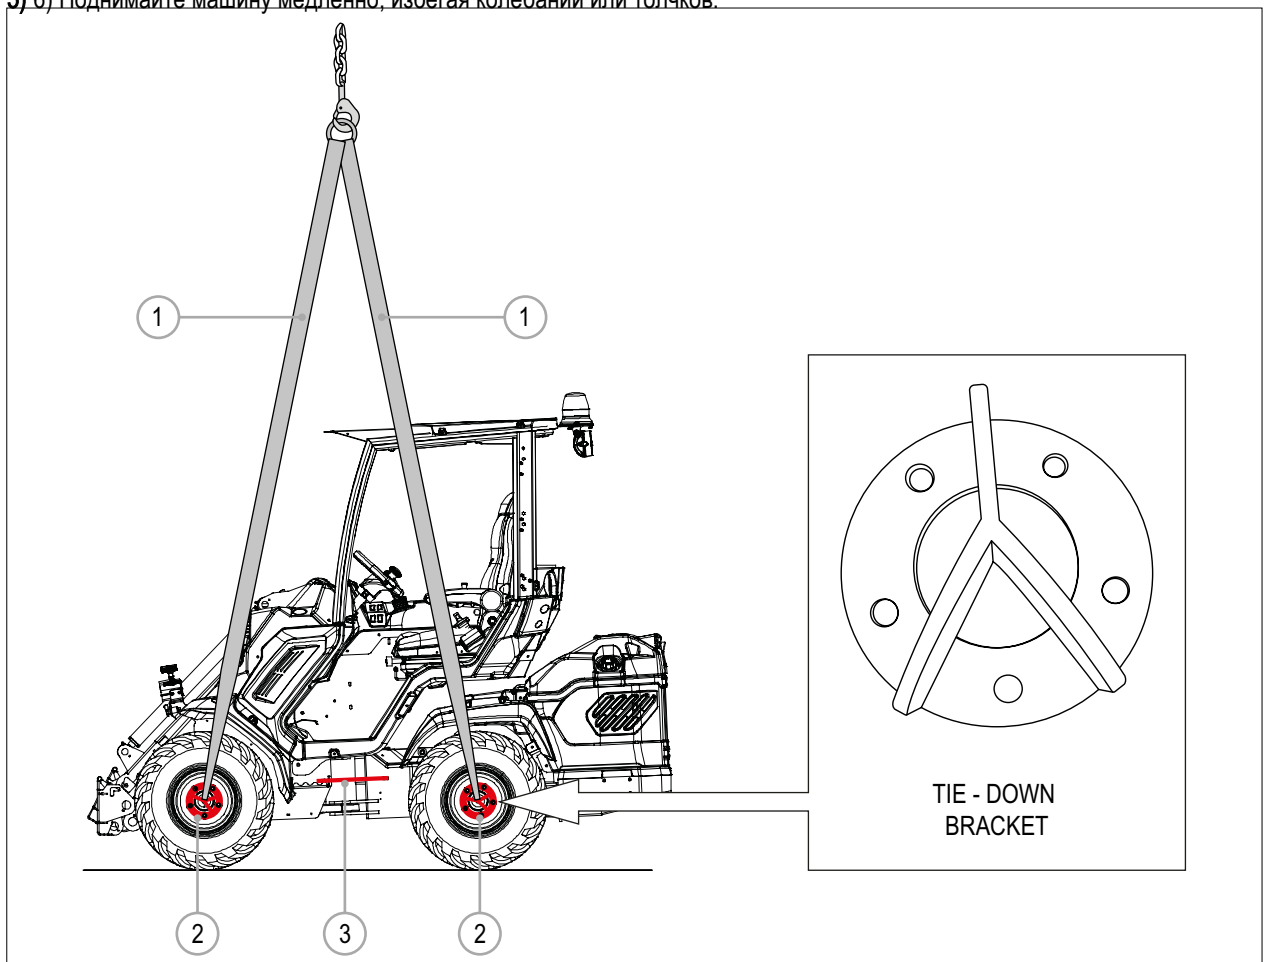

РИС. 19
ОБЯЗАТЕЛЬНО УСТАНОВИТЕ КРОНШТЕЙН ЗАМКА РУЛЕВОГО УПРАВЛЕНИЯ (См. Пар. 5.2.1) ПЕРЕД ПОДЪЕМОМ МАШИНЫ. НЕОБХОДИМО УСТАНОВИТЬ КРЕПЕЖНЫЕ СКОБЫ (ДОСТУПНЫ В КАЧЕСТВЕ ОПЦИИ) НА КАЖДЫЙ КОЛЕСНЫЙ ДИСК МАШИНЫ (См. РИС. 19).
- 3) Зацепите подъемные стропы (РИС. 19 - Сс. 1) за крепежные скобы на передних и задних колесах (РИС. 19 - Сс. 2).